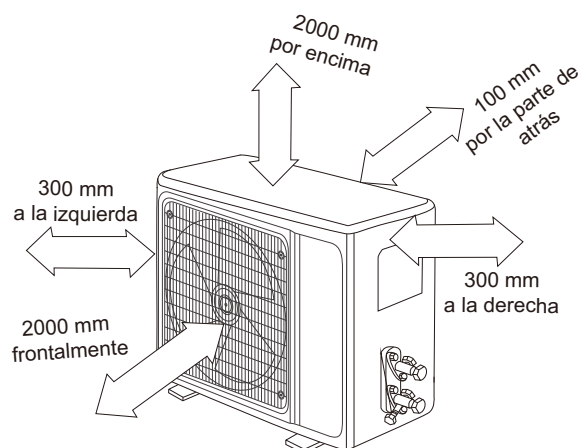

Fig. 4.1
- ☒ La ubicación debe cumplir con todas las distancias que se muestran en la fig. 4.1.